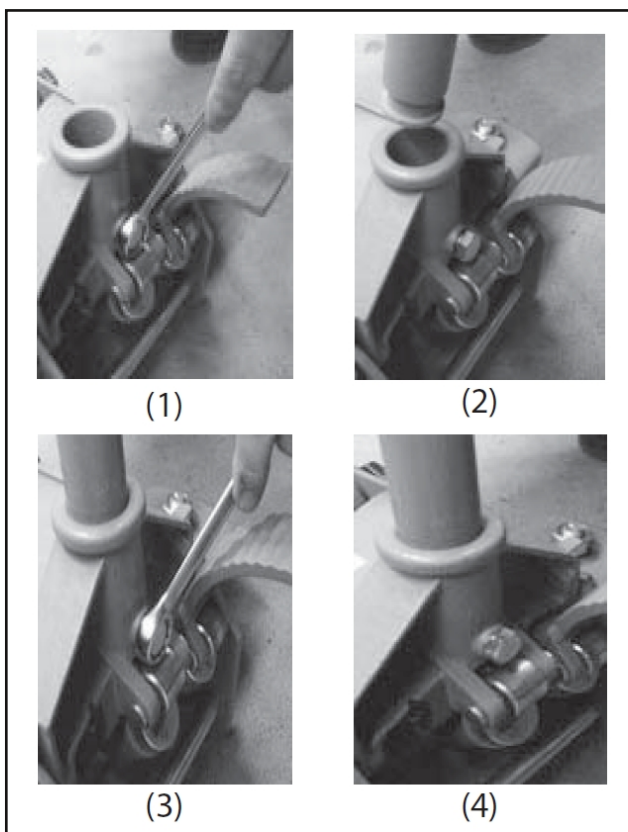

Fig. 04
4. Befestigen Sie nun die Hebelstange an der Hebeeinrichtung. Lösen Sie hierfür die Sechskantschraube SW17 an der Aufnahme der Hebeeinrichtung (Fig.04(1)), und führen Sie die Hebelstange in die Aufnahme (Fig.04(2)) und drehen Sie die Schraube wieder an (Fig.04(3/4)).